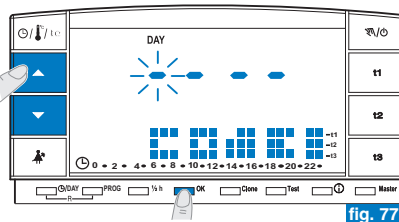
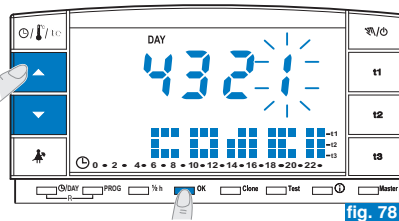

fig. 77
fig. 78
- Desde el normal funcionamiento del cronotermostato presionar (por 3 seg.) las teclas ▲ y Ⓢ. En la pantalla aparecerá el mensaje **COdE** y el primer guión a la izquierda parpadeará (fig. 77).
- En el pantalla aparecerá el mensaje **COdE II** y el primer guión a la izquierda parpadeará (fig.77); registrar la **nueva contraseña** con las teclas ▲▼ luego confirmar cada valor con la tecla **OK** (ejemplo fig. 78).
- Cuando en el pantalla aparezca el mensaje **COdE II** registrar los 4 guiones (----) y confirmar cada "guión" con la tecla **OK** (fig. 77).